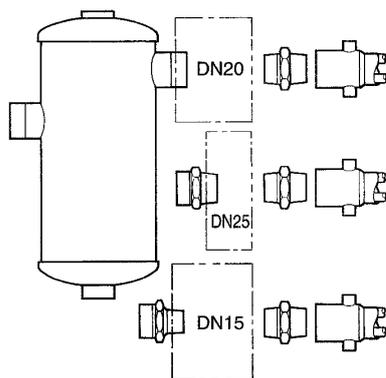

Fig.7 Type 20: Taraudé
3.3.5 Les Fig.7 à 10 donnent les détails sur les accessoires fournis en standard avec les humidificateurs SI.